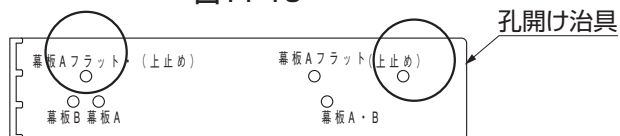

図11-11
- 孔開け治具の○印の孔を使ってください。(図11-11参照)
②床板上面のφ4.5の孔にφ8サラ取り加工をしてください。
③床板を大引きに、【25-1】で固定してください。